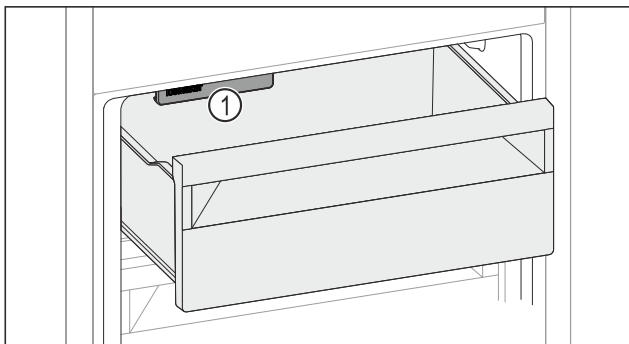

Fig. 126
- ▶ Слідкувати за функцією IceMaker Fig. 126 (1).